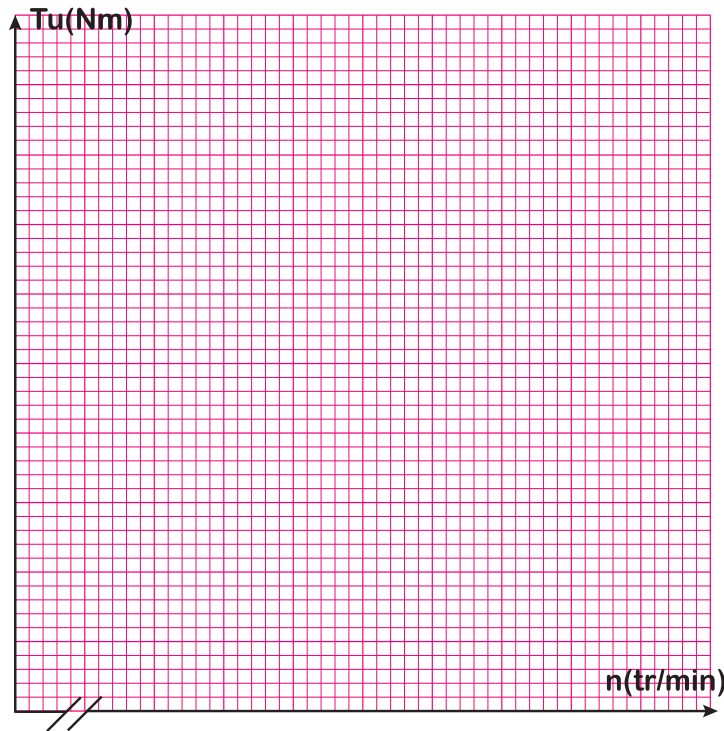

Figure 15
4.1. Tracer sur la figure 15, la caractéristique du couple T_u (Nm) en fonction de la vitesse de rotation du moteur.